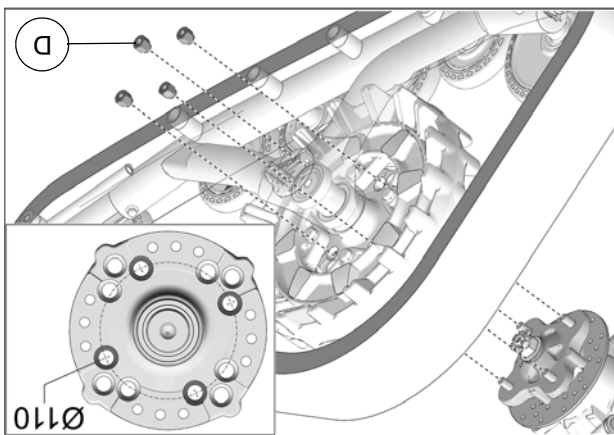

Fig. 18
7. Fixer le système de traction au moyeu de roue avant. Utiliser le cercle de perçage de $\varnothing 110$ mm et les écrous de roue M10 (D) fournis. Voir la Fig. 18